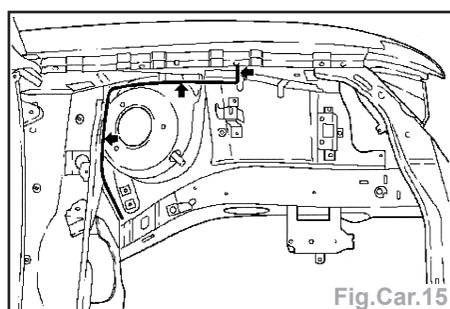

Fig.Car.15
- Découper le passage de roue (flèches) (Fig.Car.15).